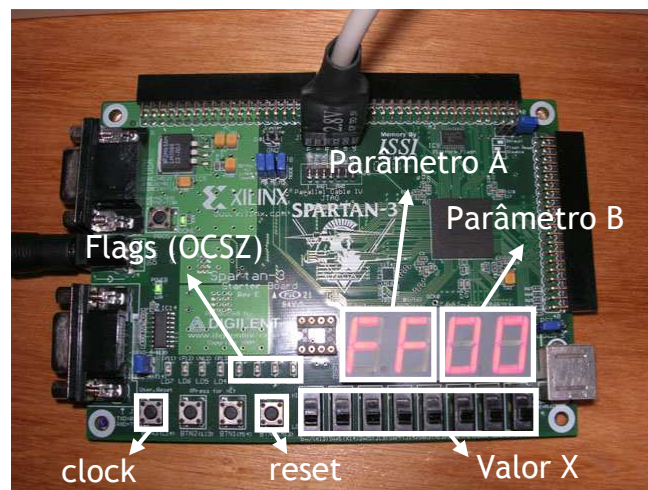

Figura 4 - Entradas e saídas do circuito na placa S3board.
Tal como se pode ver na figura 4, as restantes entradas e saídas continuam a ser as mesmas do trabalho anterior.
- Implemente o circuito na placa S3board e faça o respetivo ensaio executando o programa contido em memória, verificando se de facto é realizada a tarefa pretendida (mostrar em A os sucessivos múltiplos de X, sendo este definido com os interruptores da placa antes de provocar a primeira transição do sinal de relógio). Para tal, tenha em consideração as entradas e saídas da placa S3board (figura 4), e a utilização da aplicação LSDI_Lab5b.exe (figura 5). Não esqueça que se fizer alguma alteração ou correção ao programa, deverá alterar o conteúdo de ROM.v e implementar de novo o circuito.